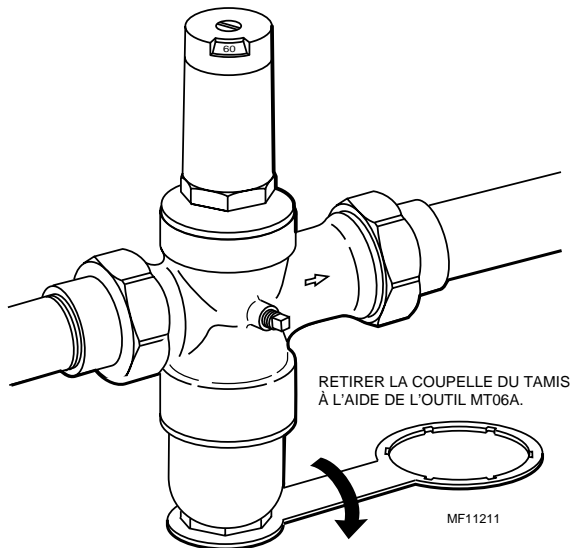

Fig. 5. Retrait de la coupelle du tamis.
5. Retirer la coupelle du tamis (Fig. 5) à l'aide de l'outil MT06A1009 ou MT06A1017.
2. Retirer la coupelle du tamis (Fig. 5) à l'aide de l'outil MT06A1009 ou MT06A1017.